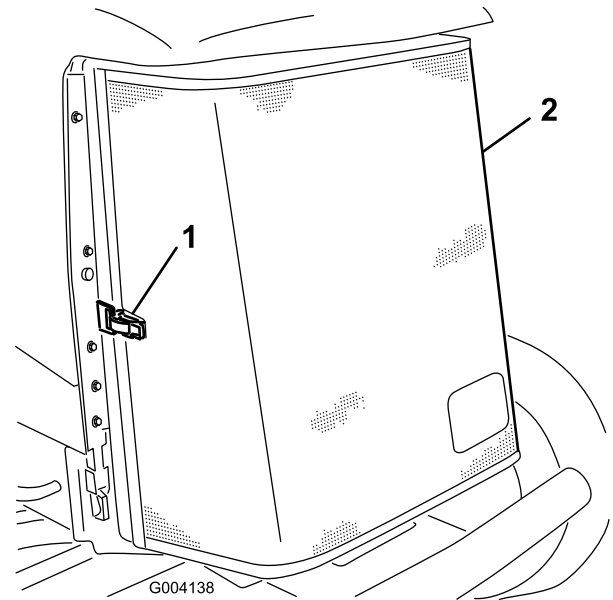

Figura 140
5. Desenganche la rejilla trasera y gírela para abrirla (Figura 140).